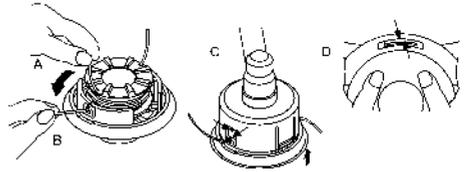

Рис. 20 Сборка триммерной головки
- Вытяните каждый конец корда из соответствующего паза катушки (А) и проведите его через соответствующее отверстие крышки (В) (Рис.20).
- Установите крышку и катушку с пружиной в корпус (С). Совместите отверстия крышки с выемками корпуса (D). Нажатием зафиксируйте их защелками (Рис.20).